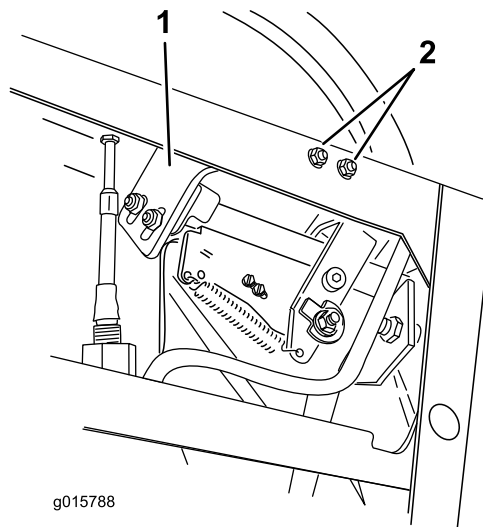

Figure 6
9. Déposez le support droit avec le contacteur de proximité fixé dessus (Figure 6).